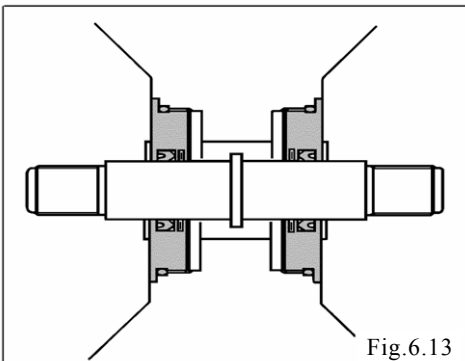

Fig.6.13
- 要注意密封垫的装配方向。(DP-5FE、DP-5FX 除外) (Fig.6.13)